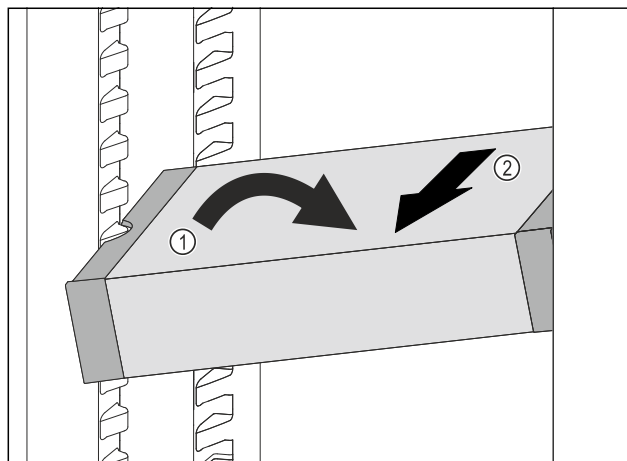

Fig. 141
- ▶ VarioSafe ustawić w chłodziarce pod skosem. Fig. 141 (1)
- ▶ VarioSafe wyjąć do przodu. Fig. 141 (2)